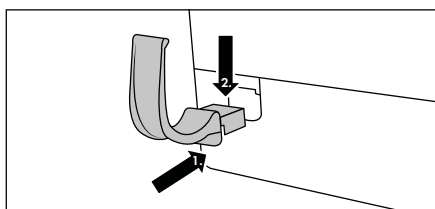

Fig. 1
- ◆ Inserire il reggitubo **15** nel foro dell'apparecchio e spingerlo verso il basso per fissarne la tenuta (vedere Fig. 1).